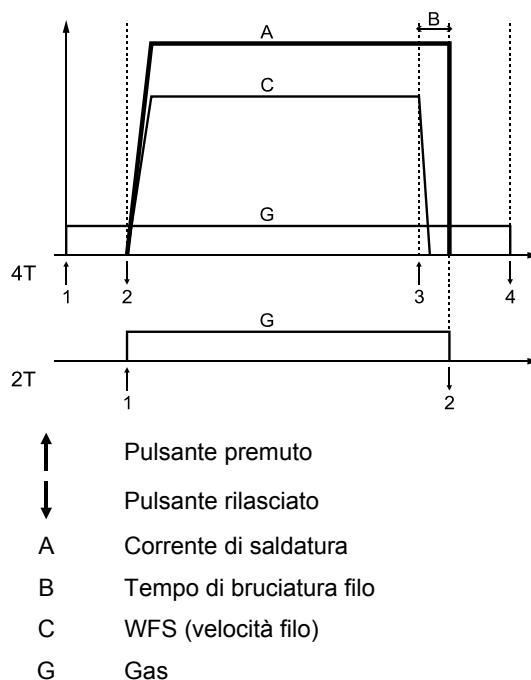

Figura 8
27. **Selettore della modalità torcia:** consente di selezionare il funzionamento della torcia a 2 o 4 fasi (2T/4T). Le logiche di funzionamento per le modalità 2 e 4 fasi sono indicate nella Figura 8.